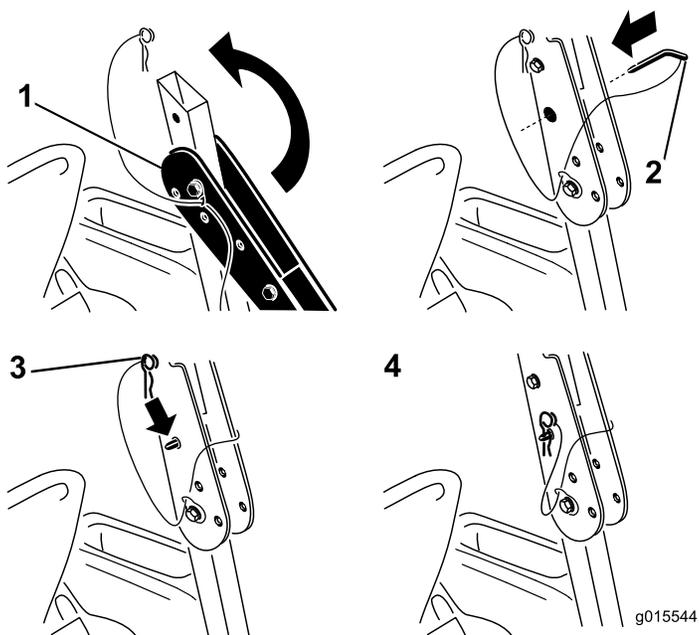

Figure 5
- Redressez l'arceau de sécurité et verrouillez-le en place avec les deux goupilles de pivot, comme illustré à la Figure 5.
5. Verrouillez l'arceau de sécurité en position redressée avec les goupilles de pivot. Fixez les goupilles de pivot avec les goupilles fendues au bout de chaque cordon (Figure 5).